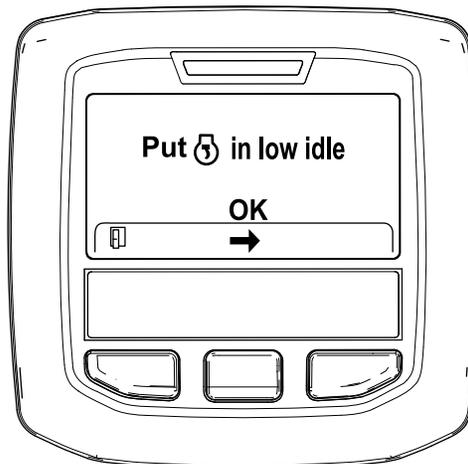

Рисунок 53
6. Переведите дроссельную заслонку в положение МАЛОЙ ЧАСТОТЫ ВРАЩЕНИЯ ХОЛОСТОГО ХОДА и нажмите среднюю кнопку (Рисунок 53).